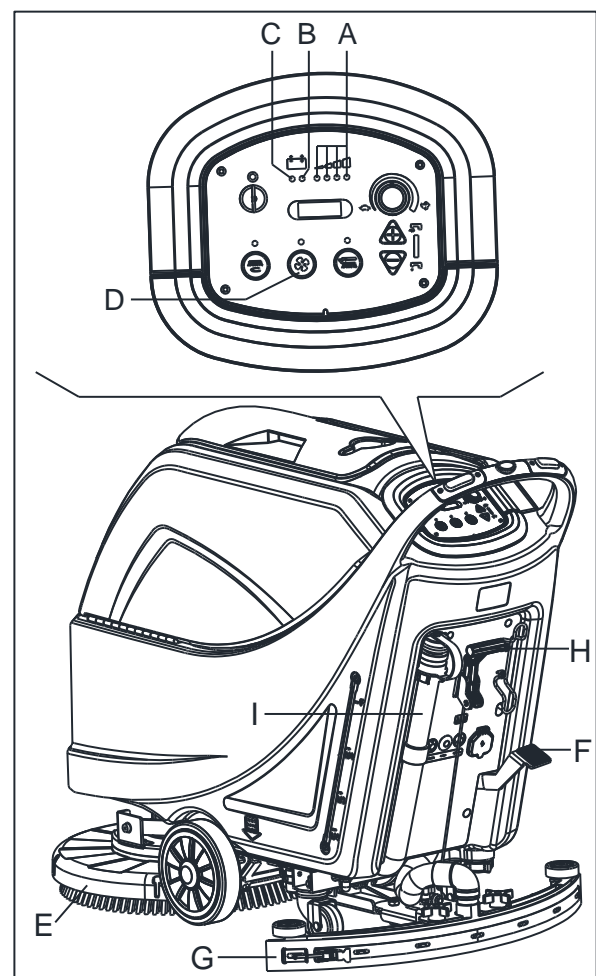
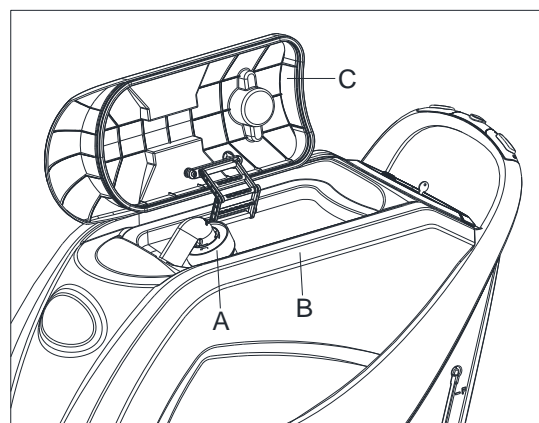

Figure 10
Figure 11
Jusqu'à ce que le témoin lumineux vert (A, Figure 10) reste allumé, les batteries assurent un fonctionnement normal à la machine. Lorsque le témoin lumineux vert (A) s'éteint, et que le témoin lumineux jaune (B) s'allume, il est conseillé de charger les batteries, car la charge restante ne durera que quelques minutes (en fonction de la batterie et du travail à effectuer). Lorsque le témoin lumineux rouge (C) s'allume, les batteries sont complètement déchargées. Après quelques secondes, la brosse/le plateau support disque est automatiquement arrêté, tandis que le système d'aspiration et (uniquement pour les machines à traction) le système d'entraînement restent allumés, pour terminer le séchage du sol et conduire la machine à la zone de recharge.
Un système automatique de fermeture à flotteur (A, Figure 11) bloque le système d'aspiration lorsque le réservoir d'eau de récupération (B) est plein. La désactivation du système d'aspiration est indiquée par une augmentation soudaine du bruit du moteur d'aspiration, le sol aussi n'est pas sec.
Si le système d'aspiration s'éteint accidentellement (par exemple, lorsque le flotteur est activé en raison d'un mouvement soudain de la machine), pour reprendre l'opération: désactiver le système d'aspiration en appuyant sur le commutateur (D, Figure 10), puis retirer le couvercle (C, Figure 11) et vérifier que le flotteur à l'intérieur de la grille (A) a baissé jusqu'au niveau de l'eau. Ensuite, remettre le couvercle (C) et mettre le système d'aspiration en appuyant sur le commutateur (D, Figure 10).
Lorsque le réservoir d'eau de récupération (B, Figure 11) est plein, le vider selon la procédure suivante.
2. Soulever la plate-forme de la brosse/du plateau support disque (E, Figure 10) en appuyant sur la pédale (F, Figure 10). (uniquement pour la machine à disque)
3. Soulever l'embouchure (G, Figure 10) avec le levier (H, Figure 10).
5. Vider le réservoir d'eau de récupération avec le tuyau (I, Figure 10). Ensuite, rincer le réservoir (B, Figure 11) avec de l'eau propre.